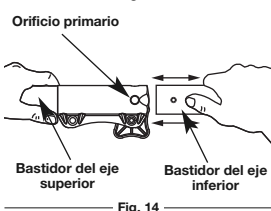

Fig. 14
3. Mientras sostiene el bastidor del eje superior con firmeza, tire del accesorio de corte o accesorio en línea recta fuera del acoplador Rapid Link™ (Fig. 14).
2. Mientras sostiene el accesorio con firmeza, empujelo en línea recta en el acoplador Rapid Link™ (Fig. 14).